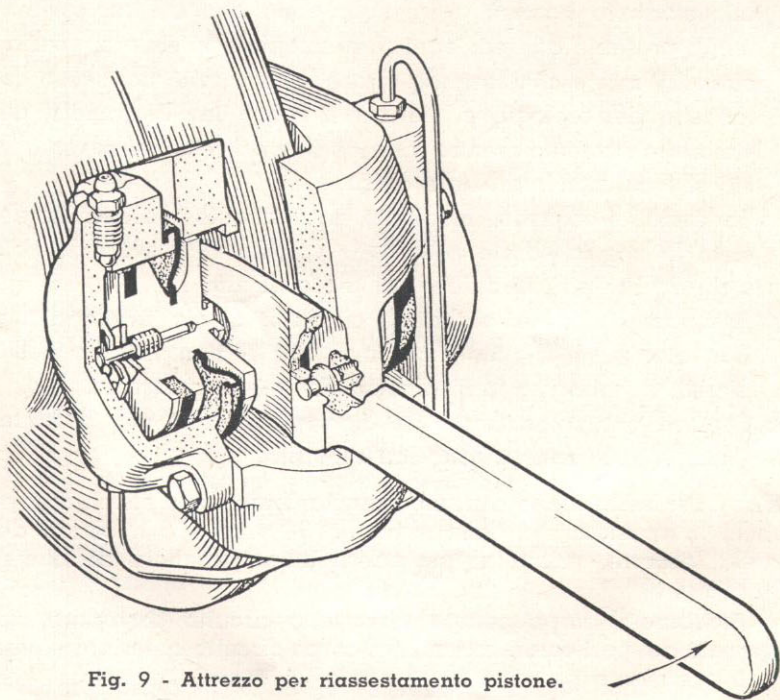

Fig. 9 - Attrezzo per riassetto pistone.
4. Con l'aiuto di uno speciale utensile, come indicato nella fig. 9 premere l'assieme dello stantuffo verso il fondo del cilindro procedendo nel modo descritto al punto n. 5.